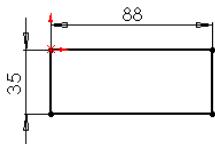
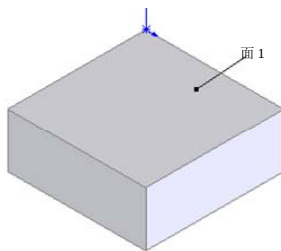

图 10-39 标注的草图
图 10-40 拉伸后的图形
**①** 绘制草图。
2) 执行[工具]||[标注尺寸]||[智能尺寸]菜单命令, 或者单击[草图]控制面板中的[智能尺寸]按钮, 标注矩形各边的尺寸, 结果如图 10-39 所示。
**②** 拉伸实体。
2) 在[深度]一栏中输入值 88, 然后单击属性管理器中的按钮, 结果如图 10-40 所示。
**③** 绘制草图。
1) 单击图 10-40 中的面 1, 然后单击[视图(前导)]工具栏的[视图定向]中的[正视图]按钮, 将该表面作为绘制图形的基准面。